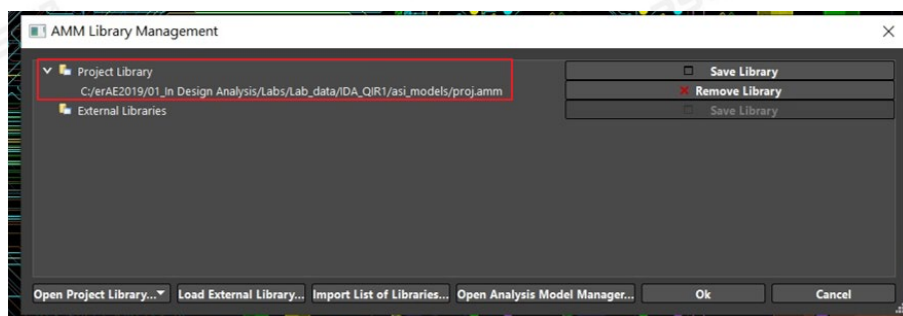

图 7. project library 档 - 执行后自动建立的内定档案
**请注意!** 这里 proj.amm 的 project library 档是执行后自动建立的内定档案 (图 7), 会开在目前的工作路径下所建立的“asi\_models”子阶路径中, 以便将所有相关的 MODEL 零件做统一管理, 而不须在 AMM 中做管理。